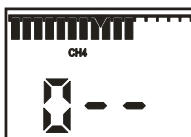

Рисунок 9.3
1) на воздухе, не содержащем горючих газов, перевести газоанализатор в режим "ПОДСТРОЙКА НУЛЯ". Для этого необходимо при нажатой кнопке "ОТКЛ" включить газоанализатор. После появления на индикаторе надписи "0 - -" отпустить кнопки (рисунок 9.3);